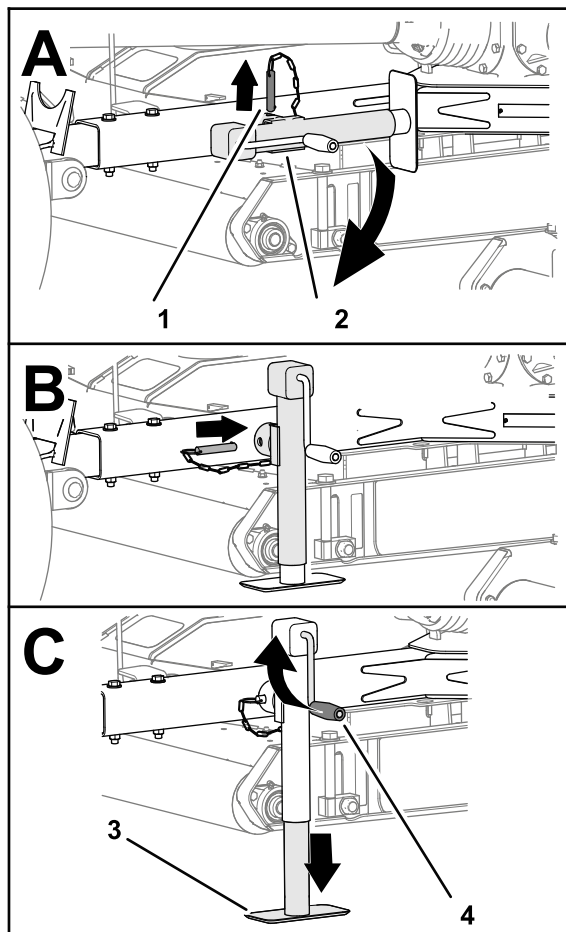

Bild 17
- Entfernen Sie den Stift und schwenken Sie den Deichselheber nach unten (**Bild 17**).
- Fluchten Sie das Loch in der Deichsel mit dem Loch im Deichselheber aus (**Bild 17**).
- Stecken Sie den Stift durch das Loch in der Deichsel und den Deichselheber (**Bild 17**).
- Drehen Sie die Deichselheberkurbel, um das Ständer vollständig anzuheben; siehe **Bild 17** in Abstützen des Mähers mit dem Deichselheber (Seite 14).